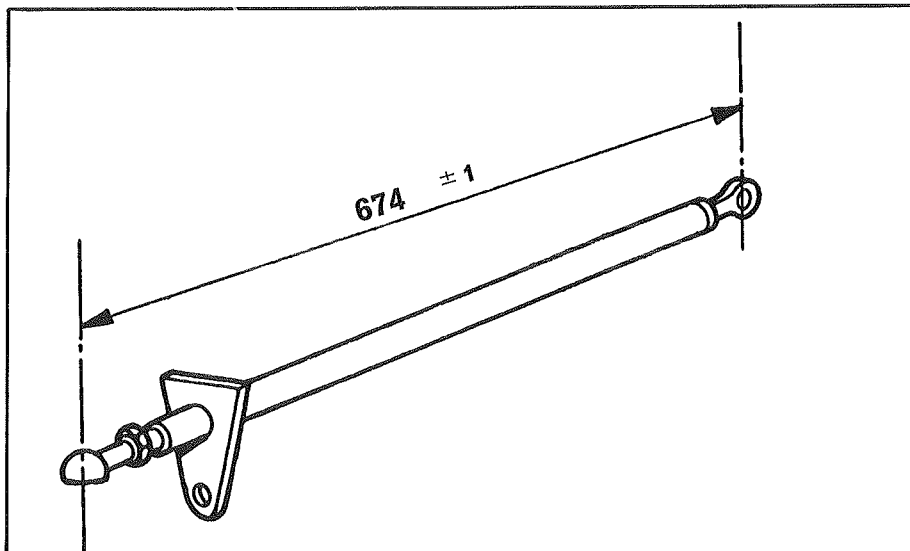

Fig. 4
- la longueur du tube de commande (B) (fig. 2) (pré-réglage avant montage 674 ± 1 mm) (fig. 4).